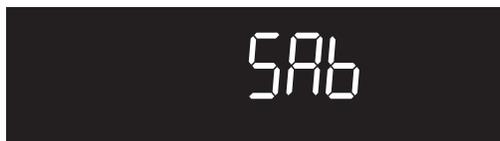

Figure 33 : Réglage du four pour le sabbat
5. Appuyer simultanément sur **< Bake Time> (durée de cuisson)** et **< Delay Start > (mise en marche différée)** pendant environ 3 secondes pour activer l'option Sabbat. Une fois la fonction réglée, le message SAb s'affiche à l'écran pour valider l'option Sabbat (Figure 33).